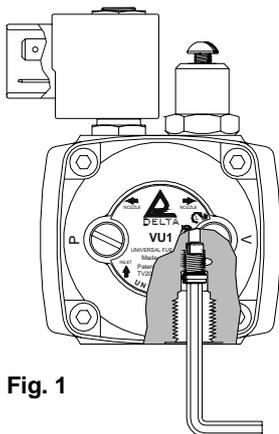

Fig. 1
- Usando una chiave brugola da 4 mm, svitare la boccia bypass dal foro di ritorno (Fig. 1).